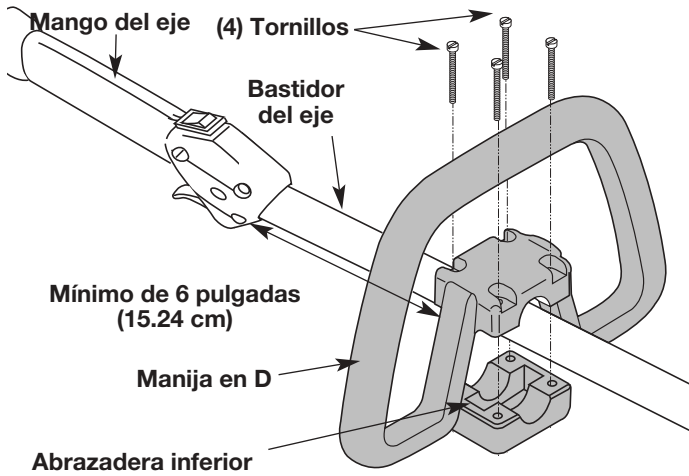

Fig. 1
2. Coloque la manija en D por encima del bastidor del eje y sobre la abrazadera inferior (Fig. 1). Colóquela a un mínimo de 6 pulgadas (15,24 cm) desde el extremo del puño del eje.